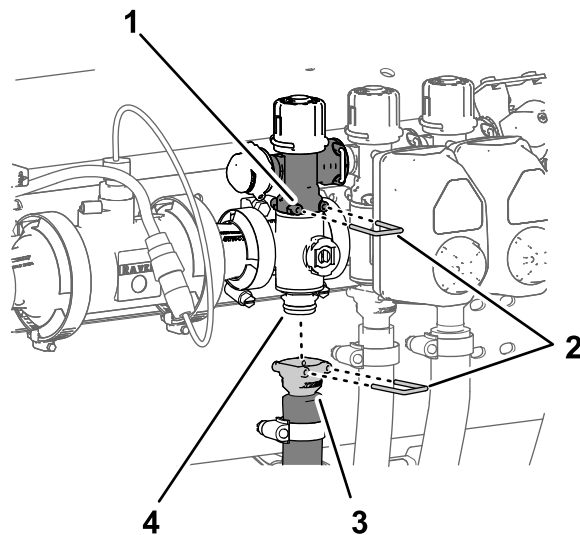

图 125
1. 拆下将喷洒臂段旁通阀快速连接耦合器固定至喷洒臂段歧管阀上的快速连接销 图 125。
2. 拆下将喷洒臂段供水软管快速连接耦合器固定至喷洒臂段歧管阀上的快速连接销 图 125。